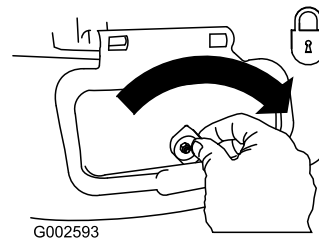

Figura 36
**Importante:** Bloquee la puerta de descarga lateral después de cerrarla (Figura 36).